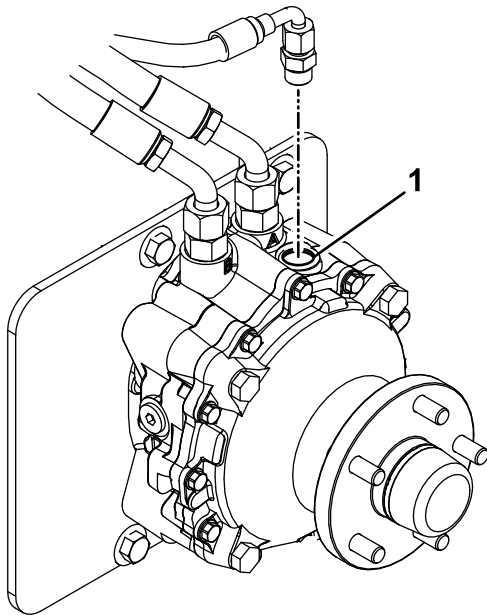

Рисунок 69
9. Вийміть заглушку заливного отвору у верхній частині кожного привода колеса (Рисунок 69).